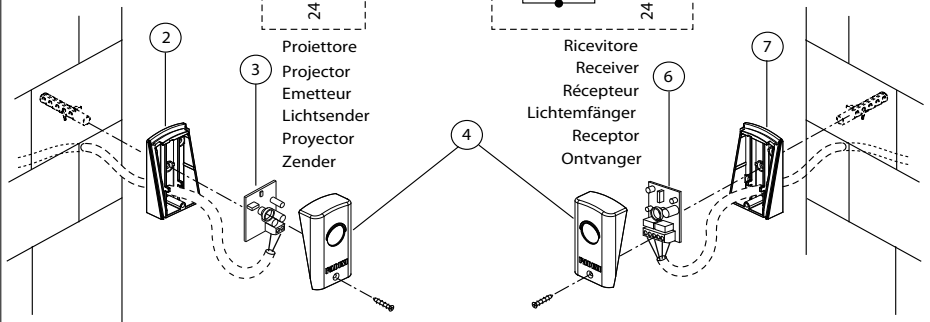
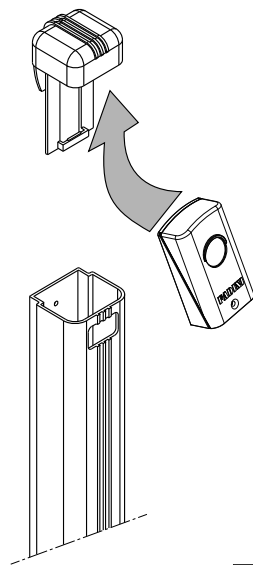
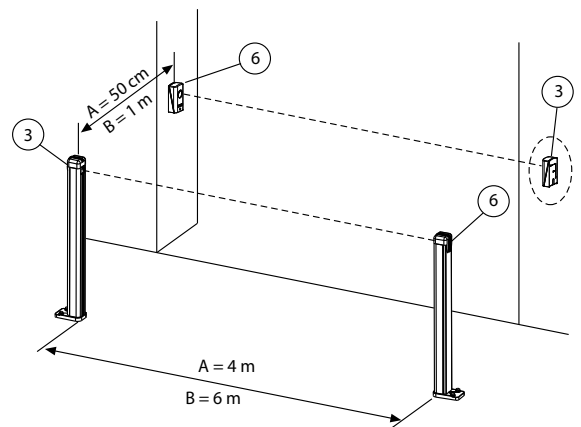

Fig. 2
Fig. 3
Fig. 4
La fotocellula **Trifo 11** è un dispositivo di sicurezza che consente l'arresto o l'inversione del movimento di un ingresso automatizzato quando viene interrotto il fascio di luce infrarossa emesso da un proiettore (3) e da un ricevitore (6). È presente nel ricevitore (6) un led rosso interno che si accende quando è interposto un ostacolo che interrompe il fascio di luce emesso, oppure nel caso le fotocellule non siano allineate tra loro. **Fissaggio a parete della trifo 11 (fig. 2):** si devono mettere a nudo i contenitori (2) e (7), poiché dietro le schede del ricevitore (6) e del proiettore (3) c'è il foro di fissaggio mediante tassello a muro, il quale funge anche da indicatore di allineamento per entrambi i componenti: come prima operazione svitare la vite di fissaggio (5) e togliere il coperchio (4), poi estrarre la scheda (3) allargando le due linguette laterali del fondo contenitore (2). **Fissaggio su colonnetta (fig. 3 e fig. 4):** le colonnette (8) in alluminio anodizzato sono fornite ad una altezza da terra prefissata, da installarsi tramite un cono di espansione (9) allo zoccolo di base (10) con la vite (11), quindi il tutto va ancorato a pavimento con i tasselli (12). L'estremità superiore della colonnetta (8) è munita di coperchio di custodia (1), all'interno del quale va agganciato il gruppo proiettore (3) o il gruppo ricevitore (6) (fig. 3), che verranno definitivamente fissati alla colonnetta (8) dalla vite (14). I cavi elettrici di alimentazione devono essere inseriti nei fori dei contenitori (2) e (7) prima del loro fissaggio. Per allineare il proiettore (3) e il ricevitore (6) bisogna fissarli alla stessa altezza uno di fronte all'altro ad una distanza di non oltre 6 metri. Per due coppie di fotocellule (fig. 4), una di fianco all'altra, è necessario installare a fianco del proiettore (3) di una coppia il ricevitore (6) dell'altra coppia: per distanze tra proiettore (3) e ricevitore (6) fino ai 4 metri l'altra coppia deve scostarsi di 50 cm; oltre i 4 metri lo scostamento tra le due coppie deve aumentare in proporzione (dagli 80 - 100 cm e oltre). (*) la distanza diminuisce in presenza di nebbia, pioggia o polveri.
La photocellule **Trifo 11** est un dispositif électronique de sécurité qui permet l'arrêt ou l'inversion du mouvement du portail automatique lorsque le faisceau de lumière, émis par un émetteur (3) et par un récepteur (6), est interrompu par un obstacle. Dans le récepteur (6), une led rouge interne s'allume lorsque le faisceau est interrompu ou dans le cas les photocellules ne sont pas bien alignées. **Fixation murale de la cellule Trifo 11 (Fig. 2):** il faut mettre à nu le boîtier (2) et (7), en retirant les cartes (6) et (3) car la fixation des boîtiers de l'émetteur et du récepteur se fait par un trou de fixation au moyen d'une cheville au mur qui sert d'indication pour l'alignement pour les deux composants; la première opération à faire est dévisser la vis de fixation (5) et enlever le couvercle (4), puis tirer la carte (3) en écartant les deux entailles dans le fond du boîtier (2). **Fixation sur potelet (Fig. 3 et 4):** les potelets (8) en aluminium anodisé sont fournis avec la même hauteur. Ils sont à installer au moyen d'un cône d'expansion (9) à la base (10) au moyen d'une vis (11), pour la fixation au sol avec des chevilles (12). L'extrémité supérieure du potelet (8) est fourni avec le couvercle (1) où à l'intérieur on va clipser l'émetteur (3) ou le récepteur (6) (Fig. 3) qui doivent être ensuite fixés au potelet (8) au moyen de la vis (14). Les câbles électriques doivent être introduits dans les trous des boîtiers (2) et (3) avant la fixation. Pour aligner l'émetteur (3) et le récepteur (6), il faut les fixer à la même hauteur, un en face à l'autre, à une distance de 6 mètres maximum. Si on installe deux paires de photocellules (fig. 4), une à côté de l'autre, il faut croiser les émetteurs (3) et les récepteurs (6). Pour une distance entre l'émetteur (3) et le récepteur (6) jusqu'à 4 mètres (A), l'autre paire doit s'éloigner de 50 cm (A); pour une distance supérieure à 4 mètres, les deux paires doivent s'éloigner en proportion (de 80 à 100 cm et plus). (*) La distance diminue en présence de brouillard, pluie ou poussières.
Die Lichtschränke **Trifo 11** ist eine Sicherheitsvorrichtung, die das Halten oder die Umkehrung der Bewegung der automatisierten Zufahrt erlaubt, wird der infrarote Lichtstrahl, der von dem Lichtsender (3) zu einem Lichtempfänger (6) ausgesandt wird, unterbrochen. Im Lichtempfänger (6) befindet sich eine rote Innenlede, die aufleuchtet, wenn ein Hindernis den Lichtstrahl unterbricht oder wenn die Fotozellen nicht gut miteinander ausgerichtet sind. **Wandmontage der Trifo 11 (Abb. 2):** die Gehäuse (2) und (7) abmontieren, da die Befestigung der Fotozelle hinter der Empfänger- (6) und Sender-Platine (3) durch einen Wanddübel erfolgt, der auch als Ausrichtungsanzeiger für beide Komponenten dient. Zuerst die Befestigungsschraube (5) lösen und den Deckel (4) entfernen, danach die Platine (3) herausziehen, indem die seitlichen Klappen der Hinterseite (2) des Gehäuses ausgebreitet werden. **Montage auf der Säule (Abb. 3 und 4):** die Säulen (8) aus eloxiertem Aluminium werden nach bestimmten Höhen ausgeliefert und werden auf dem Grundsockel (10) durch einen Expansionskegel (9) mittels der Schraube (11) montiert, alles wird am Boden durch Dübel verankert (12). Die Spitze der Säule (8) ist mit einer Halter-Deckel (1) ausgestattet, woran der Lichtsender (3) oder der Lichtempfänger (6) (Abb. 3) gehängt werden; alles wird mittels der Schraube (14) an der Säule (8) befestigt. Vor der Befestigung müssen die elektrischen Kabel in die Löcher der Gehäuse (2) und (7) eingesetzt werden. Zur Ausrichtung des Lichtsenders (3) und des Lichtempfängers (6) müssen sie auf gleicher Höhe gegenüberliegen, in einem Abstand von höchstens 6 Meter montiert werden. Wenn zwei Lichtschränkepaare montiert werden (Abb. 4), muss der Lichtsender (3) eines Paares neben dem Lichtempfänger (6) des anderen Paares installiert werden: wenn der Abstand zwischen Lichtsender (3) und Lichtempfänger (6) 4 Meter ist (A), muss das andere Lichtschränkepaar 50 cm entfernt installiert werden (A); über 4 Meter muss der Abstand zwischen den zwei Paaren verhältnismässig steigern (80-100 cm und mehr). (*) Die Reichweite verringert bei Nebel, Regen und Pulver.
La fotocélula **Trifo 11** es un dispositivo de seguridad que permite parar o invertir el movimiento de un paso automatizado en cuanto se corte un haz de luz infrarroja emitido por un proyector (3) y recibido por un receptor (6). En el receptor (6) hay un led rojo a su interior, que se enciende cuando hay un obstáculo interpuesto que corta el haz de luz emitido, o bien cuando las fotocélulas no estén alineadas entre sí. **Sujeción empotrada del aparato trifo 11 (Fig. 2):** hay que poner en descubierto la caja (2) y (7), porque detrás de las fichas del receptor (6) y del proyector (3) se encuentra el agujero de sujeción por medio de un taco empotrado, que sirve también de indicador de alineación de ambos componentes: como primera operación, desatornillar el tornillo sujetador (5) y quitar la tapa (4), a continuación sacar la ficha (3), ensanchando ambas lengüetas laterales del fondo de la caja (2). **Sujeción en una columnita (fig. 3 y fig. 4):** se suministran las columnitas (8) en aluminio anodizado con una altura desde el suelo preestablecida, y hay que instalarlas por medio de un cono de expansión (9) en la base (11) por medio del tornillo (12), a continuación hay que anclar todo en el pavimento por medio de los tacos (13). El extremo superior de la columnita (8) está provisto de una tapa protectora (1), al interior de la cual hay que enganchar el grupo proyector (3) o el grupo receptor (6) (fig. 3), que se van a sujetar definitivamente en la columnita (8) por el tornillo (14). Hay que colocar los cables eléctricos de suministro en los agujeros de las cajas (2) y (7) antes de sujetarlas. Par alinear entre sí el proyector (3) y el receptor (6), hay que sujetarlos a la misma altura el uno delante del otro a una distancia que no sobrepase los 6 metros. Para dos pares de fotocélulas (fig. 4), el uno al lado del otro, hay que instalar al lado del proyector (3) de un par, el receptor (6) de otro par; en caso de que la distancia entre el proyector (3) y el receptor (6) no sobrepase los 4 metros (a), el otro par tiene que encontrarse a 50 cm de distancia (a); en caso de distancia mayor de 4 metros, tendrá que aumentar proporcionalmente la distancia entre ambos pares (alcanzando los 80-100 cm y más). (*) la distancia disminuye en presencia de niebla, lluvia o polvos.